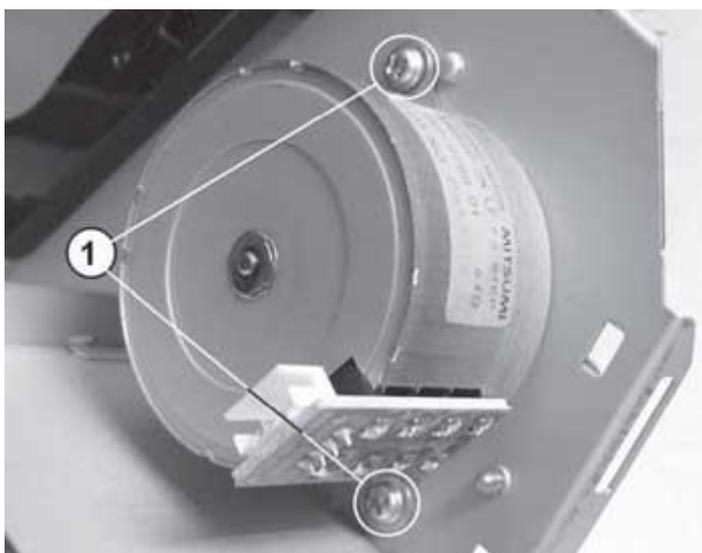

Рис. 35. Демонтаж электродвигателя привода редуктора
2. Откручивают два винта (рис. 35, поз. 1) крепления двигателя и вынимают его из устройства.